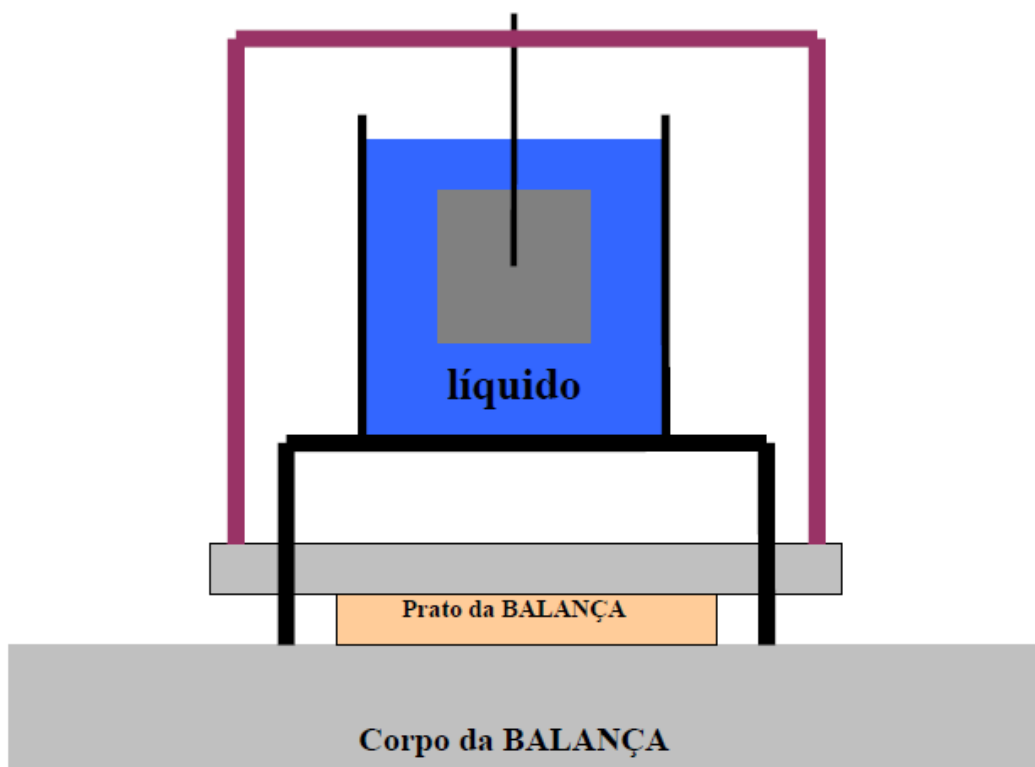

Figura 1: Representação esquemática de uma montagem experimental para pesagem com impulsão.
A pesagem com impulsão pode ser efectuada com uma montagem experimental do tipo representado na Figura 1. (Note-se que a impulsão exercida pelo ar é desprezável porque o ar é muito menos denso do que qualquer líquido.)
- Montagem experimental do tipo representado na Figura 1, dispondo dos seguintes elementos: